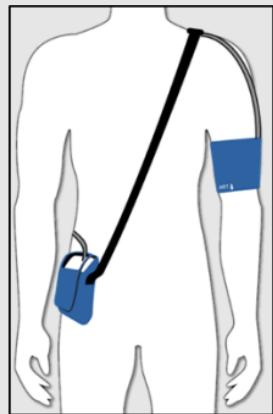

Fig. 1: NBP-24 NG con tracolla
- Accertarsi del corretto posizionamento della tracolla/cintura e del tubo del bracciale, vedi Fig. 1.
- L'attacco del tubo sul bracciale deve essere rivolto verso l'alto, vedi Fig. 1.